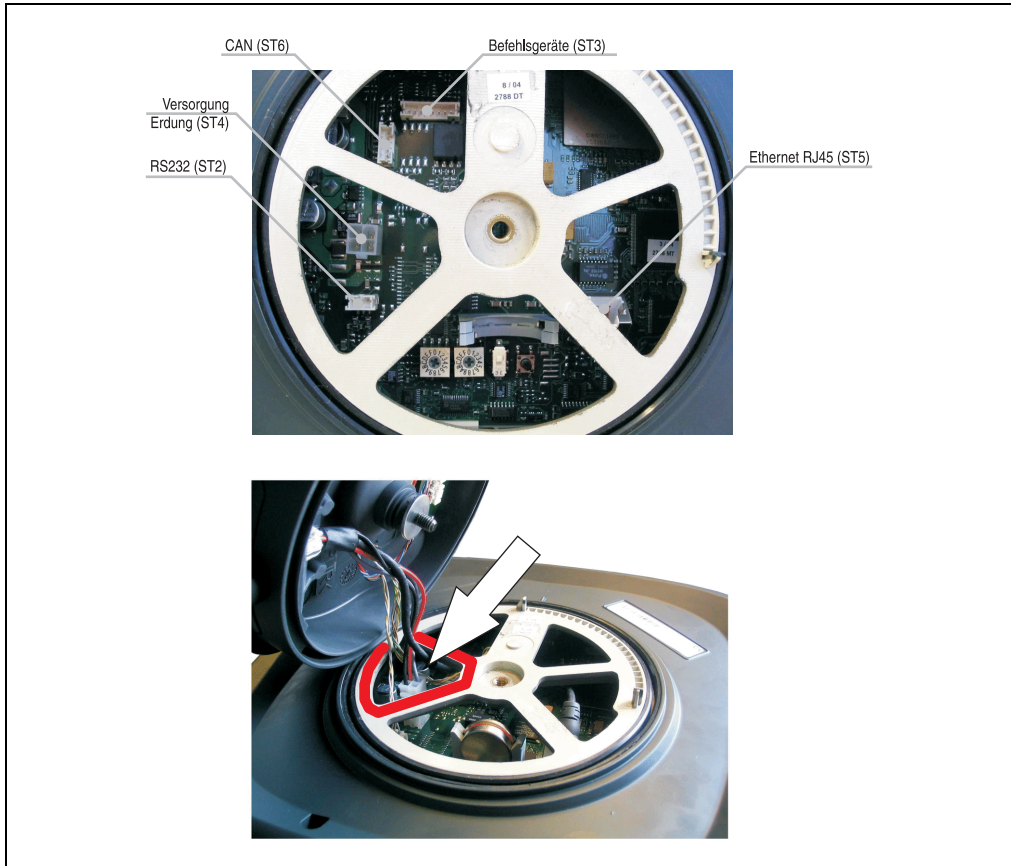

Abbildung 67: Steckeranschlüsse und Kabelführung
- 7) Anschließen des Mobile Panel Anschlusskabels an das Bedienteil (ST2, ST3, ST4, ST5, ST6). Die Belegung des Kabels siehe Abbildung 31 "Anschlusskabel 5CAMPH.0xxx-00", auf Seite 64. Die Kabel dürfen nur durch die in der Abbildung 67 "Steckeranschlüsse und Kabelführung" gekennzeichnete Gehäuseöffnung (siehe Pfeil) geführt werden.